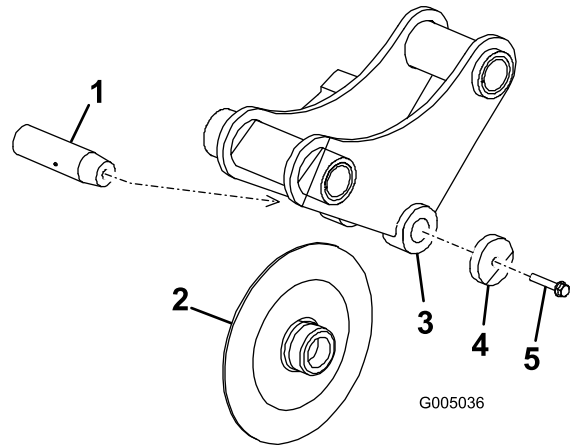

图 16
3. 退回犁刀销螺丝大约 1.3cm然后用锤子敲击几次以松开锁钉图 16。
4. 完全拆下犁刀销螺丝、垫圈、犁刀和犁刀销图 16。
5. 将新犁刀放入犁刀支架图 16。
6. 将犁刀销穿过支架和犁刀并用犁刀销螺丝和垫圈进行固定图 16。